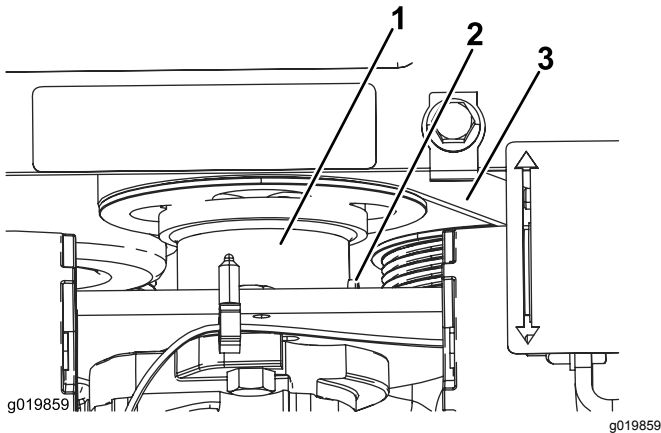

図 53
5. ポンプ駆動カップラについている固定ねじをゆるめる 図 53。